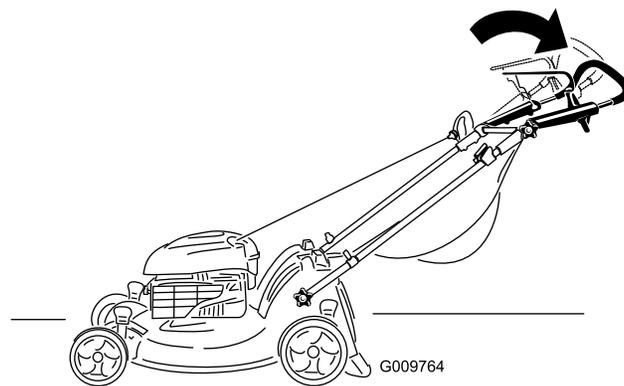

Рисунок 17
2. Переведите верхнюю часть рукоятки в необходимое положение (Рисунок 17).